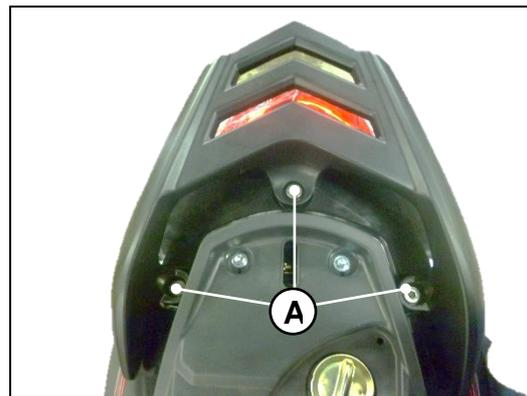

Fig. 9.20
Removemos los tres tornillos (A) hexagonales de la parrilla de cola. **Fig. 9.20**